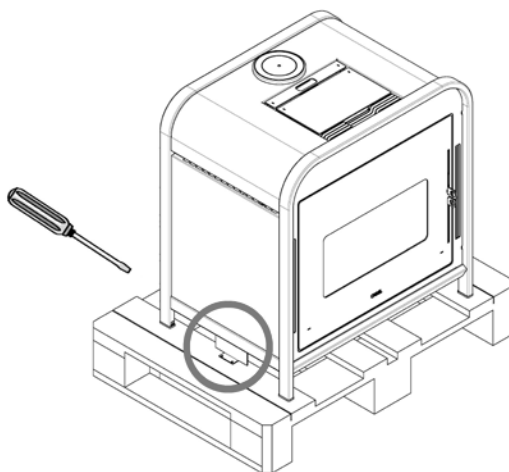

Fig. 1 - Extracción de los tornillos y de los estribos
- Extraiga los tornillos de los 2 estribos que fijan la estufa (véase **Fig. 1**).